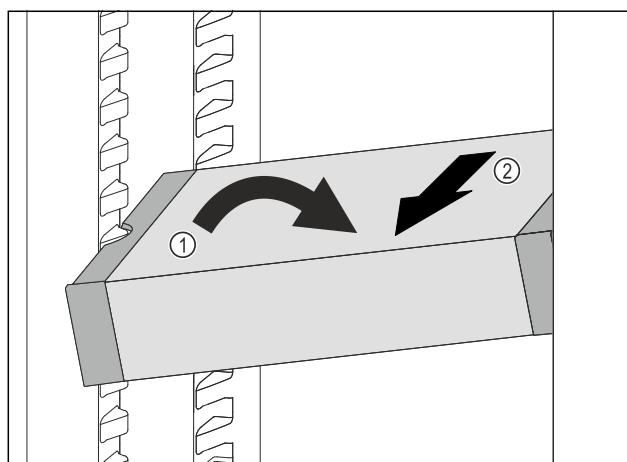

Fig. 57
- Stil VarioSafe på skrå ind i kølesektionen. Fig. 57 (1)
- Tag VarioSafe ud fremefter. Fig. 57 (2)